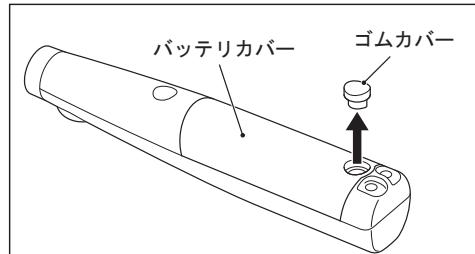

図 9
2)バッテリカバーのねじ穴に入っているゴムカバーを細いマイナスドライバなどで取り外します。(図 9)